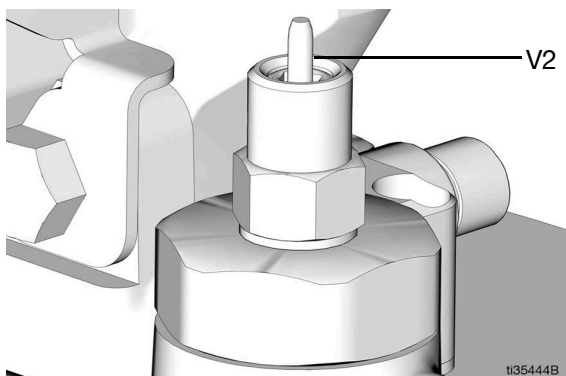

Рис. 13
Консистентная смазка заливается в бак (K), прижимная пластина выталкивается в верхнюю часть бака (K), при этом толкая штифт клапана (V1), что приводит к закрытию впускного канала для материала. После заполнения бака штифт (V2) выдвигается вверх (Рис. 13).